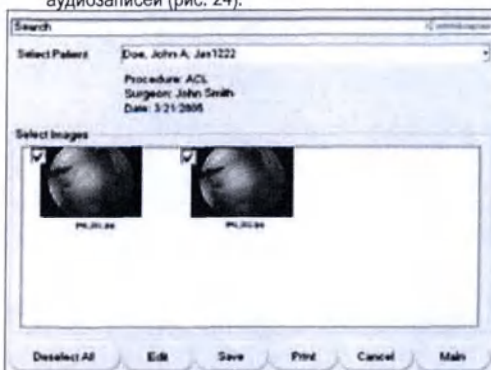

Рисунок 24. Открытый экран Search Results (Результаты поиска)
1. Нажмите кнопку **Open** (Открыть) на экране Search Results (Результаты поиска) для просмотра выбранных изображений пациентов, видеозаписей аудиозаписей (рис. 24).
PiP (Picture in Picture – картинка в картинке)	Открытие экрана PiP (Картинка в картинке) (рис. 24). На этом экране можно включить или выключить функцию PiP (Картинка в картинке) и задать положение, продолжительность отображения и размер картинки, отображаемой на внешнем мониторе.